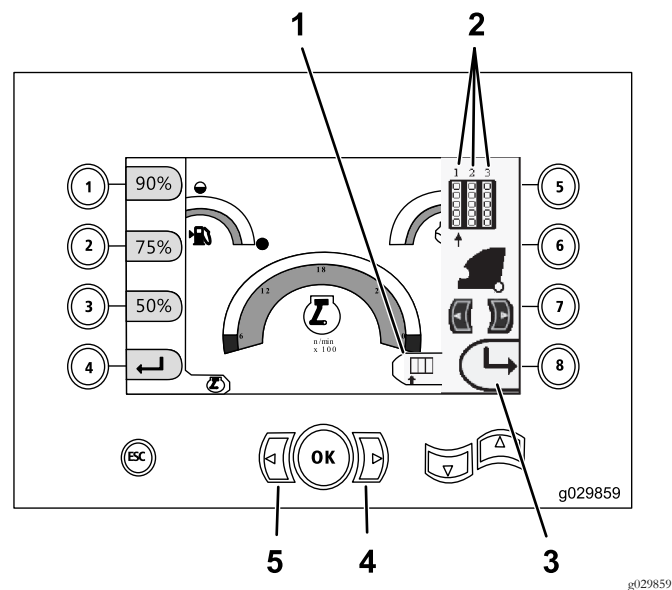

Bild 25
1. Drücken Sie die Taste „Pfeil-nach-links“, um die Nummer der Reihe auszuwählen, auf die Sie zugreifen möchten (Bild 25).
2. Platzieren Sie den Pfeil unter die Reihenummer, auf die Sie zugreifen möchten, und drücken Sie dann die Taste (Bild 25), um das Seitenfenster auszublenden.